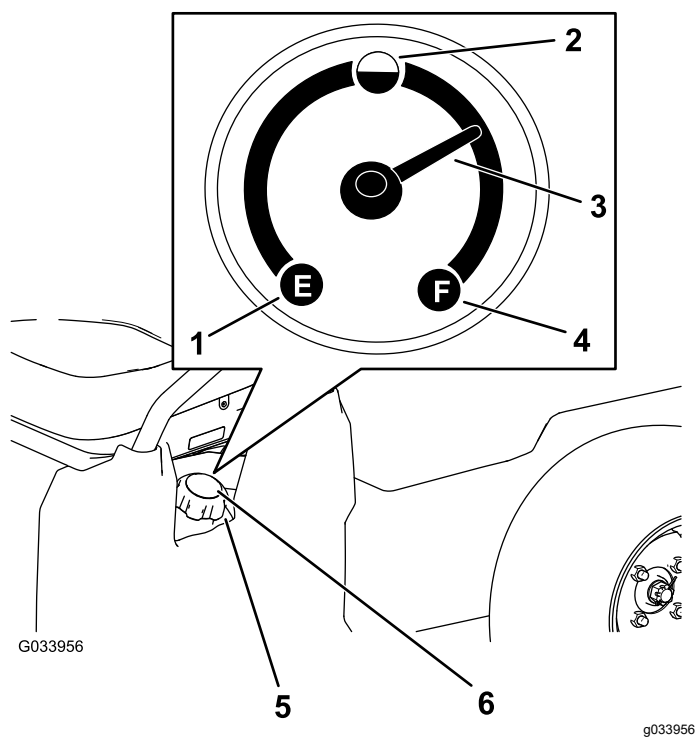

Figure 14
5. Nettoyez la surface autour du bouchon du réservoir de carburant (Figure 14).